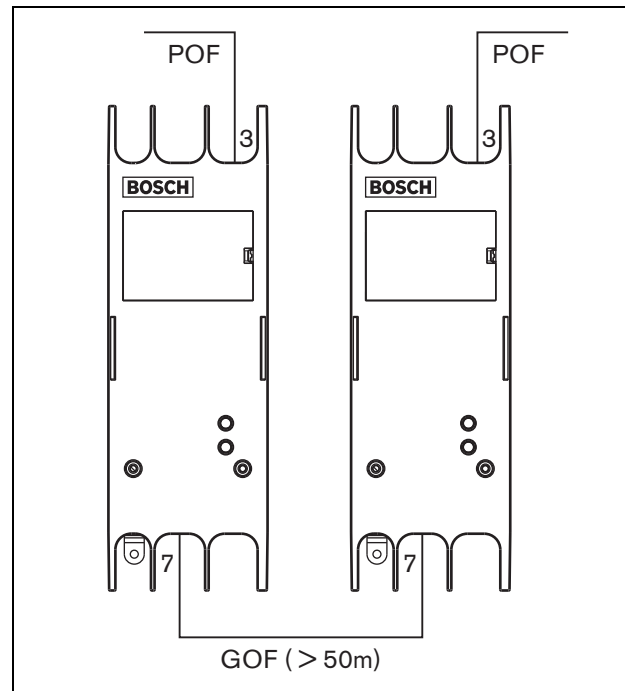

abbildung 32.4: Verwendung von LWL-Schnittstellen
Aufgrund des Lichtverlustes beträgt die Maximallänge des Kunststofflichtwellenleiterkabels (und damit auch der Systembuskabel) zwischen zwei Geräten 50 m. Wenn der Abstand zwischen zwei Geräten 50 m überschreitet, müssen PRS-FIN(NA) oder PRS-FINS LWL-Schnittstellen und Glasfaserkabel (GOF) verwendet werden (siehe abbildung 32.4).